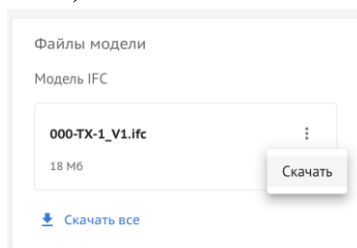

Рисунок 52. Скачивание файла модели
- 3) Выбрать “Скачать” (Рисунок 52).